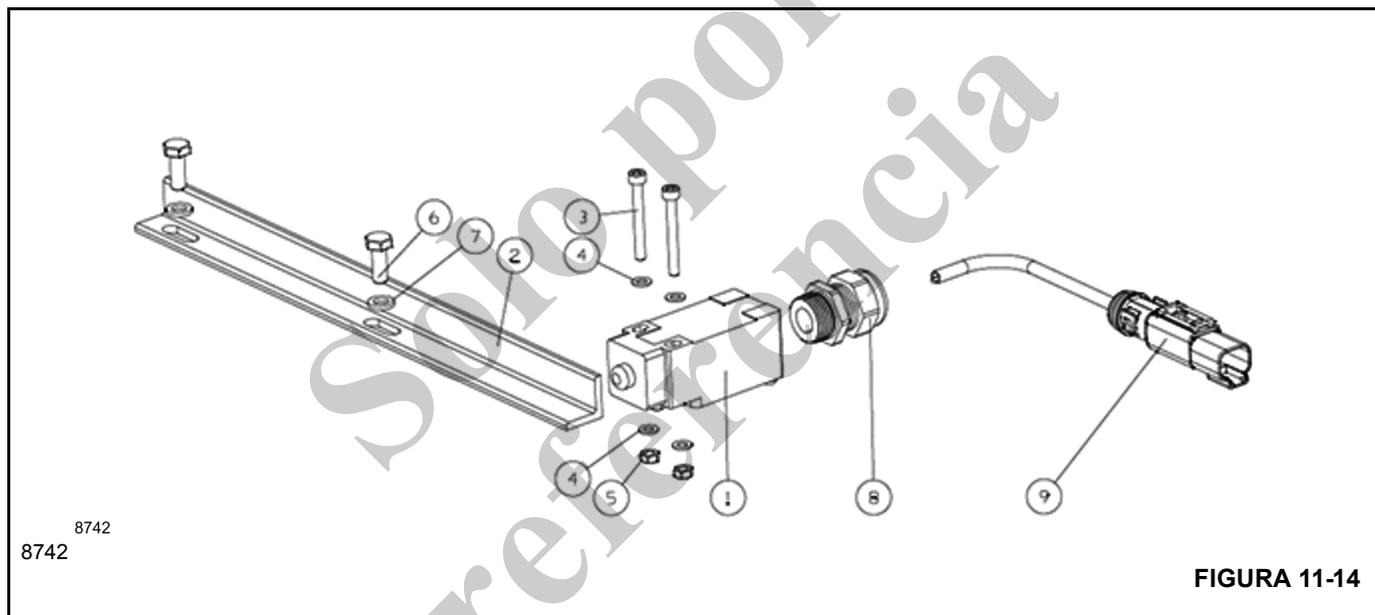

FIGURA 11-14
1. Desconecte el conector (artículo 9, Figura 11-14) del arnés de la grúa.
2. Retire los pernos de cabeza hueca (artículo 3, Figura 11-14), las arandelas (artículo 4, Figura 11-14) y las tuercas (artículo 5, Figura 11-14).
3. Retire el interruptor (artículo 1, Figura 11-14) del DRI/escuadra de tercera vuelta (artículo 43, Figura 11-11).
4. Retire el arnés de alambrado (artículo 9, Figura 11-14) del interruptor (artículo 2, Figura 11-14) aflojando las tuercas (artículo 8, Figura 11-14).
5. Retire los pernos (artículo 6, Figura 11-14) y las arandelas (artículo 7, Figura 11-14) de las palancas (artículo 2, Figura 11-12).
6. Retire la placa accionadora (artículo 2, Figura 11-14) de las palancas (artículo 2, Figura 11-12).
1. Usando los pernos (artículo 6, Figura 11-14) y las arandelas (artículo 7, Figura 11-14), fije la placa accionadora (artículo 2, Figura 11-14) a las palancas (artículo 2, Figura 11-12). Apriete los tornillos (artículo 6, Figura 11-14) a 9.5 Nm (7 lb-pie).
2. Instale el arnés de alambrado (artículo 9, Figura 11-14) en el interruptor (artículo 1, Figura 11-14) apretando la tuerca (artículo 8, Figura 11-14).
3. Instale el interruptor (artículo 1, Figura 11-14) en el DRI/escuadra de tercera vuelta (artículo 43, Figura 11-11) usando los pernos de cabeza hueca (artículo 3, Figura 11-14), las arandelas (artículo 4, Figura 11-14) y las tuercas (artículo 5, Figura 11-14). Apriete los pernos de cabeza hueca (artículo 3, Figura 11-14) de modo que el interruptor siga moviéndose.
4. Ajuste la posición del interruptor (artículo 1, Figura 11-14) de modo que la barra accionadora (artículo 2, Figura 11-14) entre levemente en contacto con el pasador de interruptor (artículo 1, Figura 11-14) cuando el conjunto del rodillo (artículo 30, Figura 11-11) quede en la posición inferior.
5. Conecte el conector (artículo 9, Figura 11-14) al arnés de la grúa.